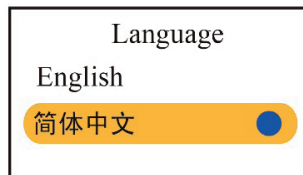

Figura 4.10D Configuración de idioma
- **Language (idioma):** Este Oxímetro provee una pantalla en dos idiomas: Inglés y chino simplificado, el valor predeterminado de fábrica es “English” (inglés), como se muestra en la Figura 4.10D.